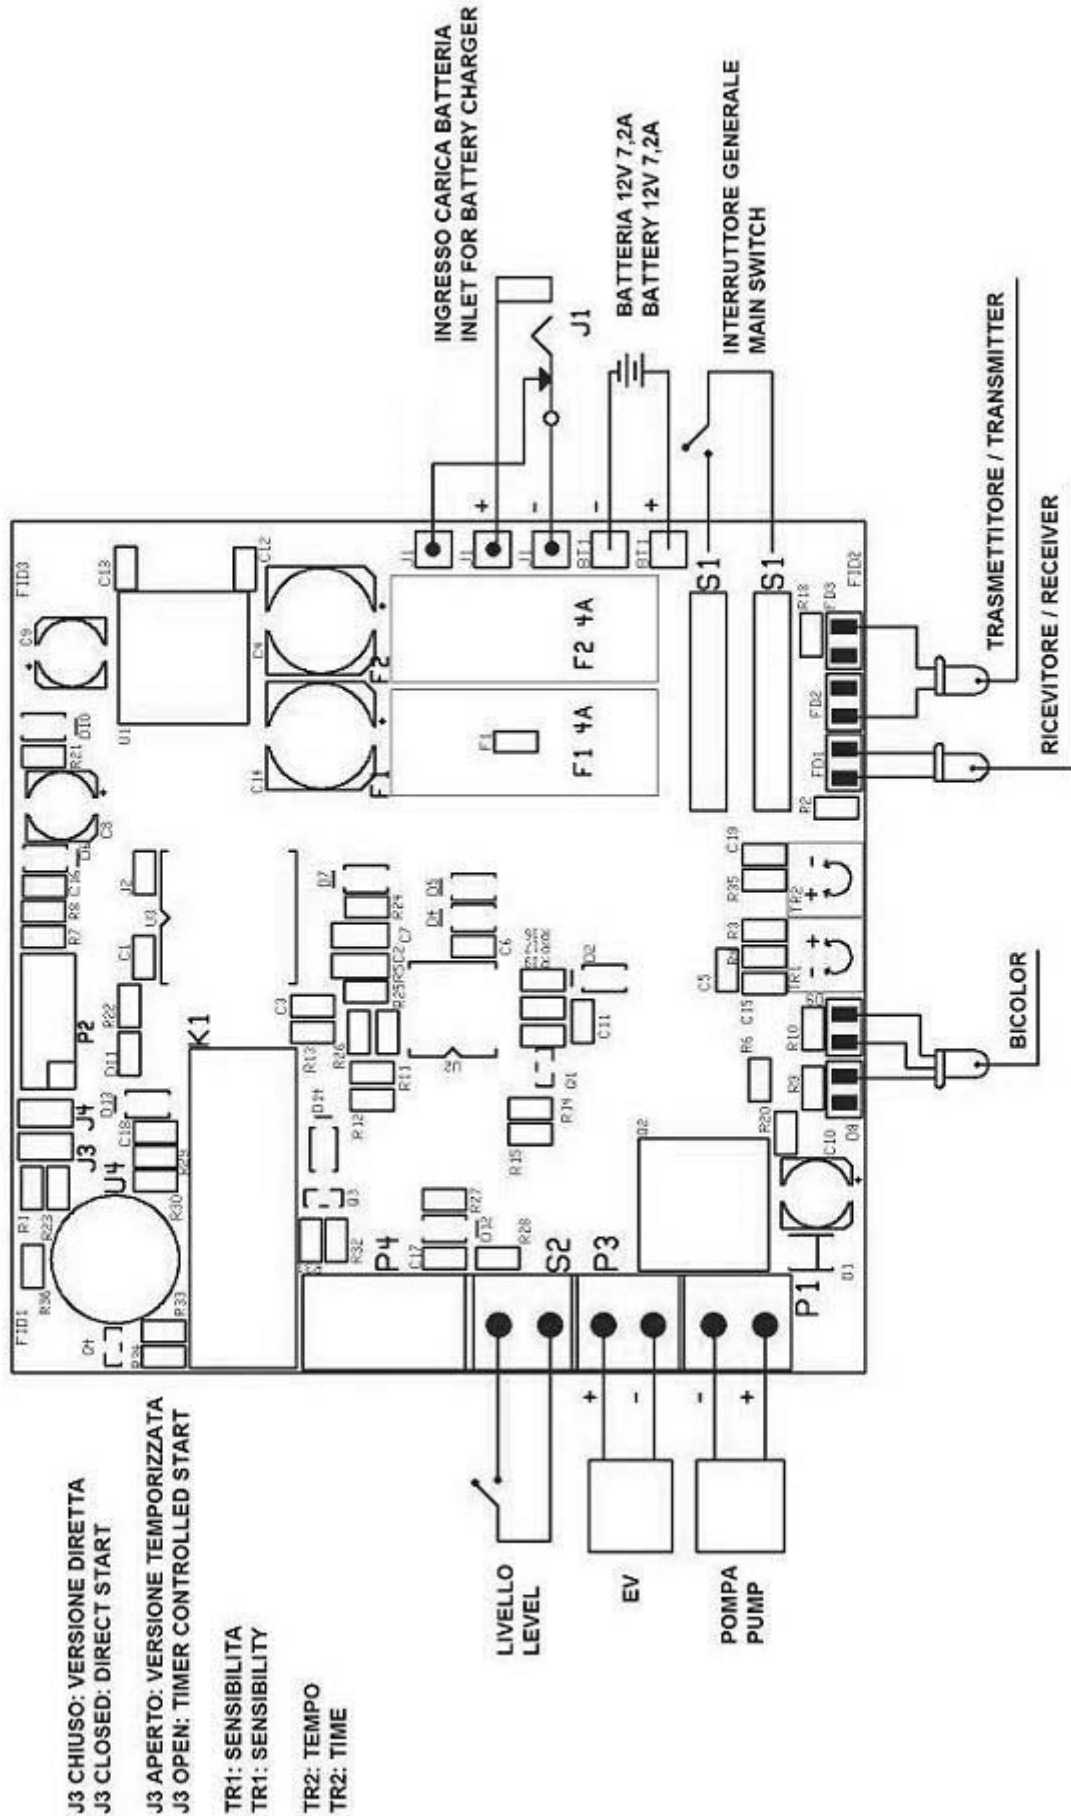

Fig.3
- Elektronischer Schaltplan (fig. 3)